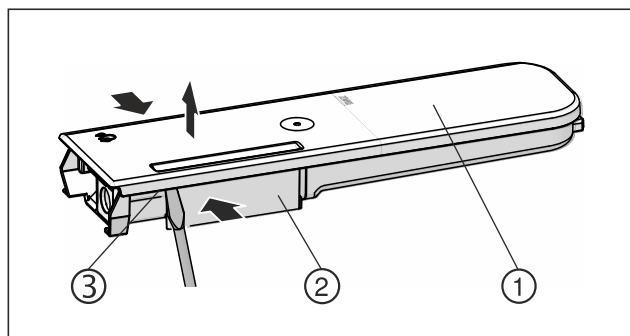

Fig. 165
- ▶ Druk het waterreservoir Fig. 165 (2) samen en til het deksel Fig. 165 (1) voorzichtig over de vergrendelingsnokken Fig. 165 (3) en trek het omhoog.
- Beweeg het deksel Fig. 165 (1) licht heen en weer en neem het naar boven toe af.